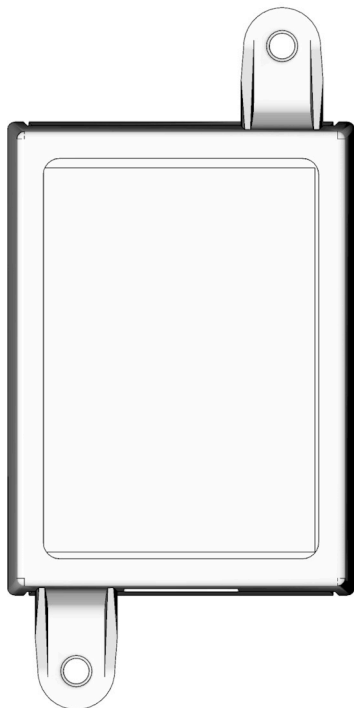

FIG. 3
2. Alinee la caja de conexiones con los orificios pretaladrados (FIG. 3).